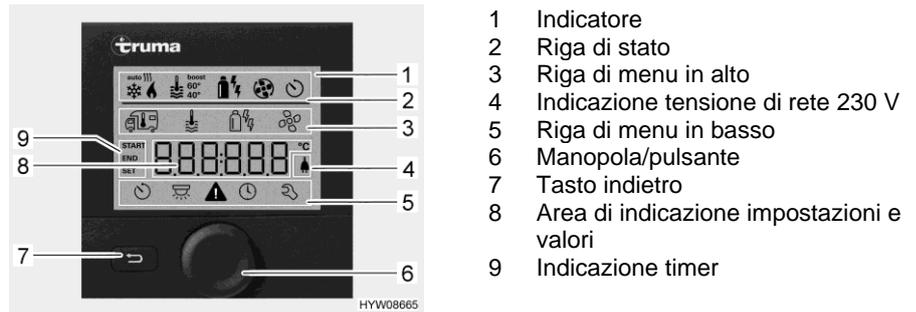
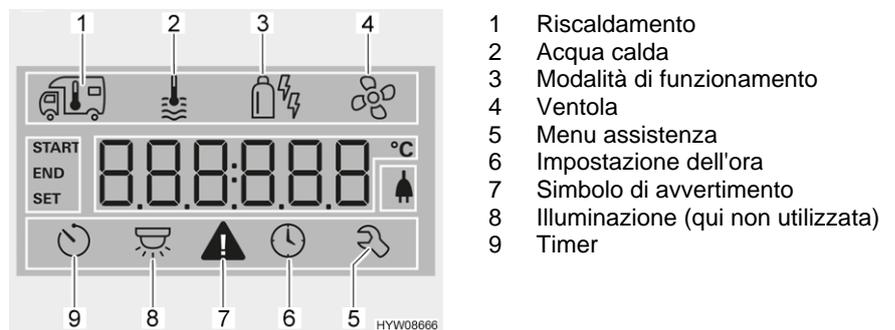

Fig. 107 Centralina di controllo con indicazioni
Fig. 108 Display (centralina di controllo)
- Riga di stato (Fig. 107,2)
- Riga di menu in alto (Fig. 107,3)
- Area di indicazione (Fig. 107,8)
- Riga di menu in basso (Fig. 107,5)
- Premere la manopola/il pulsante (Fig. 107,6) per circa 3 secondi. Vengono visualizzate entrambe le righe di menu (Fig. 107,3 e Fig. 107,5). Il primo simbolo lampeggia.
- Ruotare la manopola/il pulsante (Fig. 107,6), finché viene visualizzato il simbolo del menu desiderato.
- Premere la manopola/il pulsante per memorizzare il valore impostato. Se il valore impostato originariamente non deve essere modificato: Premere il tasto indietro (Fig. 107,7).
- Ruotare la manopola/il pulsante (Fig. 107,6), finché il simbolo del menu del riscaldamento (Fig. 108,1) lampeggia.
- Premere la manopola/il pulsante per memorizzare il valore impostato. Il simbolo nella riga di stato lampeggia (Fig. 107,2), finché viene raggiunta la temperatura impostata. Se il valore impostato originariamente non deve essere modificato: Premere il tasto indietro (Fig. 107,7).
- Ruotare la manopola/il pulsante (Fig. 107,6), finché il simbolo del menu relativo all'acqua calda (Fig. 108,2) lampeggia.
- Premere la manopola/il pulsante per memorizzare il valore impostato. Il simbolo nella riga di stato lampeggia (Fig. 107,2), finché viene raggiunta la temperatura dell'acqua impostata. Se il valore impostato originariamente non deve essere modificato: Premere il tasto indietro (Fig. 107,7).
- Ruotare la manopola/il pulsante (Fig. 107,6), finché il simbolo del menu relativo alla modalità di funzionamento (Fig. 108,3) lampeggia.
- Premere la manopola/il pulsante per memorizzare la modalità di funzionamento impostata. Se il valore impostato originariamente non deve essere modificato: Premere il tasto indietro (Fig. 107,7).
- Ruotare la manopola/il pulsante (Fig. 107,6), finché il simbolo del menu delle ventole (Fig. 108,4) lampeggia.
- Ruotare la manopola/il pulsante (Fig. 107,6), finché il simbolo del menu del timer (Fig. 108,9) lampeggia.
- Premere la manopola/il pulsante. Il timer è attivato. Il simbolo del timer (Fig. 108,9) lampeggia quando il timer è programmato e attivo.
In caso di avviso, il relativo simbolo lampeggia (Fig. 108,7). Il riscaldamento rimane in funzione. Se si tratta solo di un guasto temporaneo, il simbolo di avvertimento si spegne autonomamente.